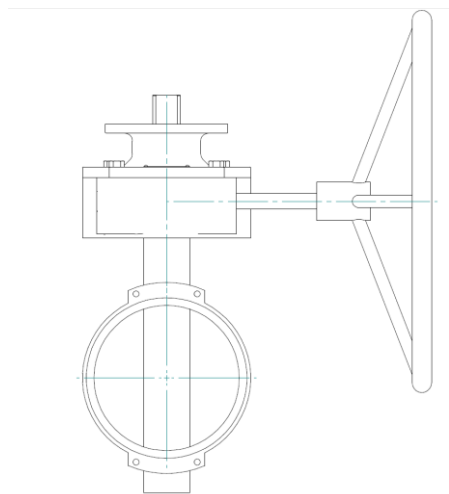

Abbildung 7: Getriebe senkrecht zur Armatur
9. Das Getriebe wird senkrecht auf die Armatur montiert (siehe Abbildung 7).